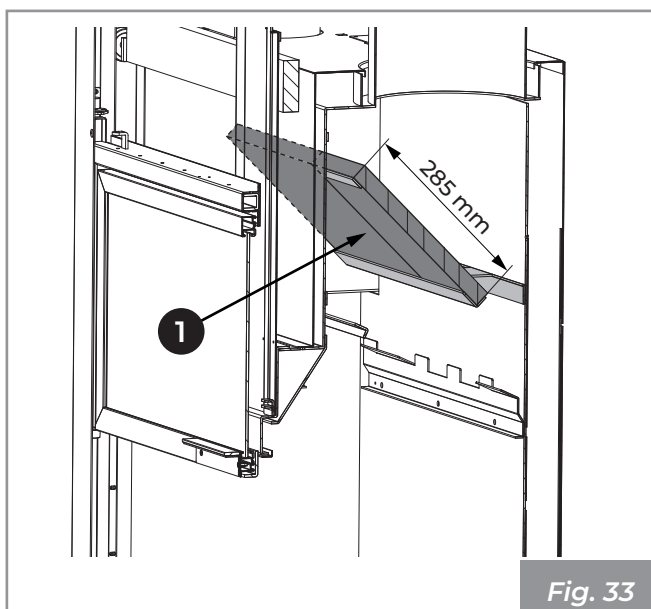

Fig. 33
5) Desensartar y sacar los paneles (1) (Fig. 33).